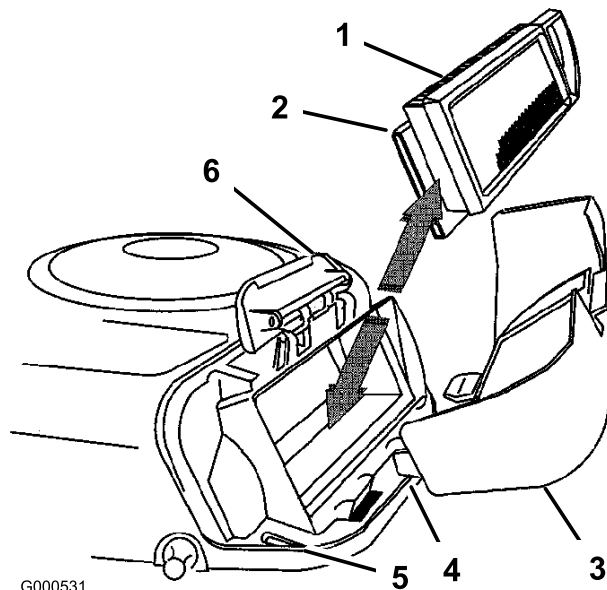

Figure 22
4. Sortez avec précaution les éléments en papier et en mousse du carter de soufflante (Figure 22).
(Figure 22). Accrochez la poignée sur le couvercle et appuyez dessus pour verrouiller le couvercle en place.